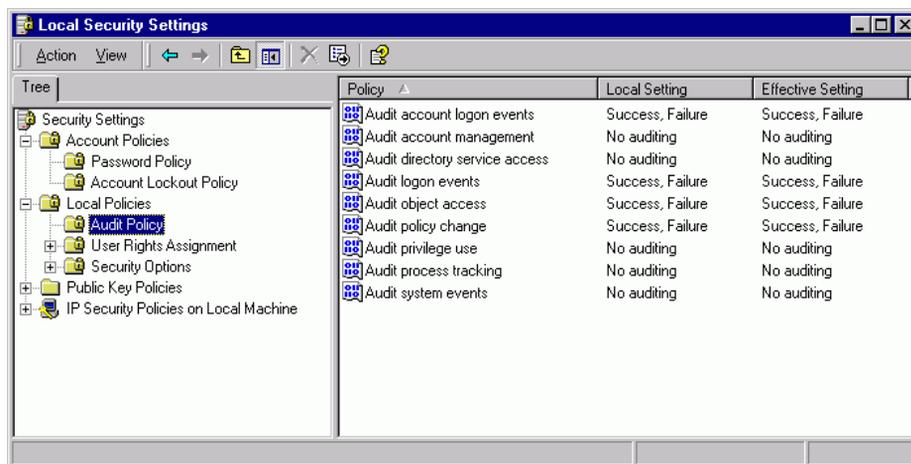

Figura 1 Ajustes de la directiva de auditoría
- 1 Active la aplicación Windows Object Access Auditing (Auditoría de acceso a objetos de Windows) para efectuar una auditoría del acceso al directorio local *hpchem\chemstor\database*. Consulte también el capítulo “**Ajustes de seguridad**” en la página 94. En los sistemas independientes esto puede efectuarse con **Directivas de seguridad local** situadas en las Herramientas administrativas del Panel de control. Desplácese hasta el árbol de archivos **Directivas de auditoría**. Cambie los parámetros de acuerdo con la **Figura 1** y compruebe que tengan efecto después de un acceso posterior al sistema operativo. En un entorno de red Windows 2000, debe realizarse en el nivel del dominio.